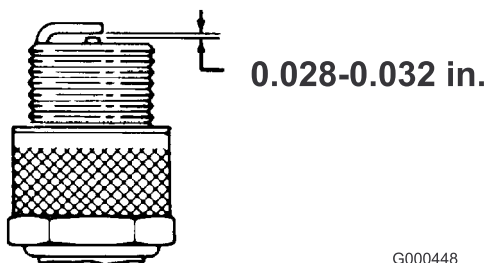

Figura 26
3. Impostate la distanza fra gli elettrodi a 0,7-0,8 mm (Figura 26). Montate la candela con l'esatta distanza tra gli elettrodi, e serratela saldamente a 23 Nm.